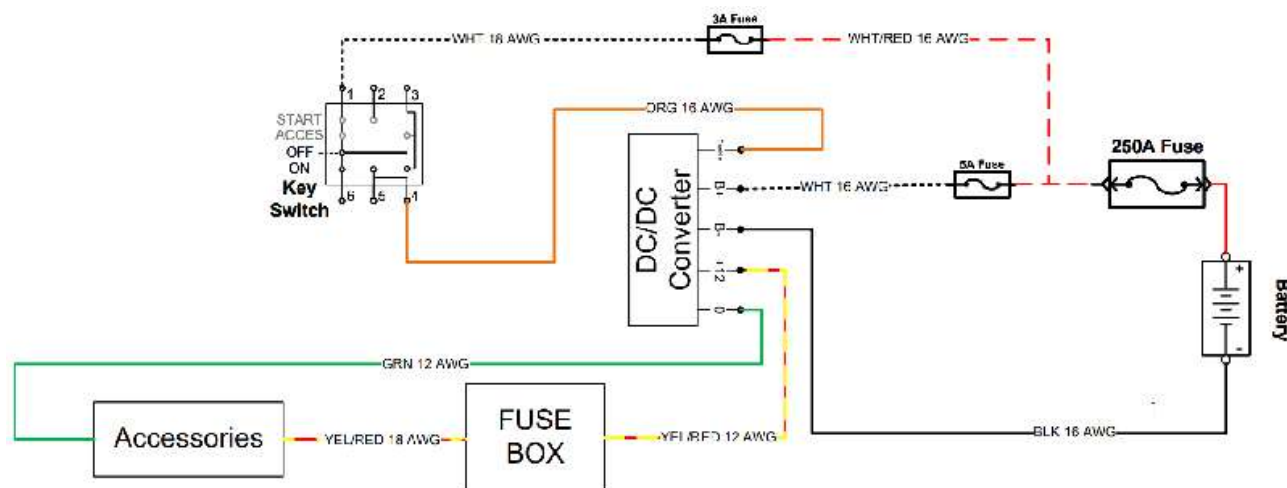

Figure 64. Inspection des bornes d'entrée et de sortie du convertisseur DC/DC.
- 2.1. Vérifier la présence d'une tension entre la borne positive (**B+**) (fil blanc) et la borne négative (**B-**) (fil noir) du convertisseur DC/DC (comme illustré à la figure 64).
- 2.2. Vérifier la présence d'une tension entre le fil orange et la borne négative (**B-**) (fil noir) du convertisseur DC/DC (comme illustré à la figure 64).
- 3.1. Vérifier la présence d'une tension entre le fil jaune/rouge et le fil vert du convertisseur DC/DC (comme illustré à la figure 64).